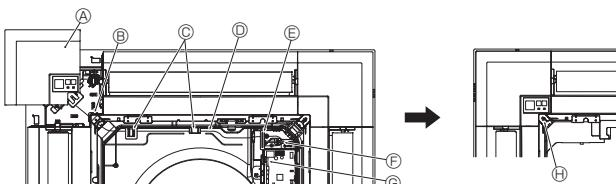

Fig. 7-9
7.4.5. Установка приемника сигналов (Fig. 7-9)